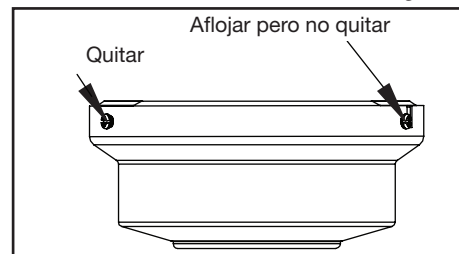

Figura 12
2. Retira la placa de montaje de la cubierta aflojando los cuatro tornillos de la parte superior de la misma. Quita los dos tornillos sin ranura y afloja los tornillos ranurados. Esto te permitirá retirar la placa de montaje. (Figura 12)